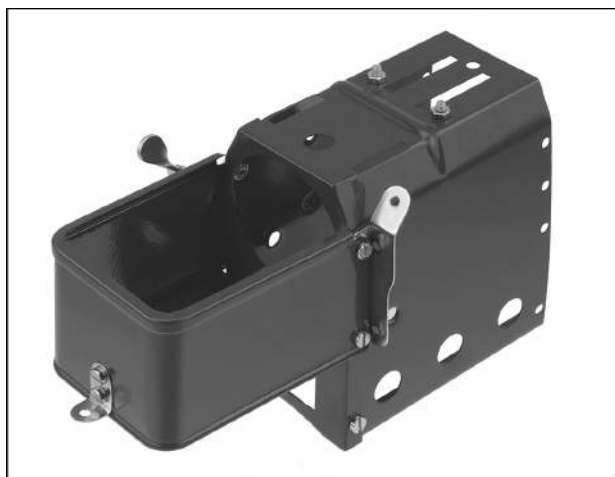

Abb. 6
Die Brennerkammerhinterwand (26) wird auf **die** Seite des Mantels gesteckt, wo sich oben das große Loch für die Dampfpeife befindet. Danach auf der rechten Seite den Steuerhaltebügel (22) in das 2. und 4. Loch von unten und den Führerstand mit 2 Schlitzschrauben (4) M 3 x 4 mm und Muttern (5) montieren. Der Steuerhaltebügel **muss zwischen** Brennerkammerhinterwand und Führerstand montiert werden. (siehe Abb. 6). Unten die Brennerkammerhinterwand festschrauben.